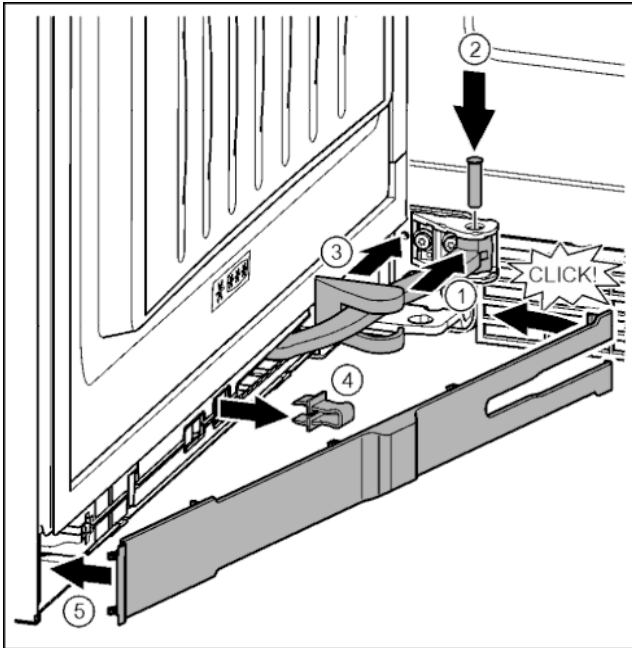

Fig. 42
- ▶ Otočte kloub v závěsu. Fig. 42 (1)
- ▶ Šroubovákem T15 vložte čep do závěsu a kloubu. Přitom dávejte pozor, aby byla zajišťovací vačka správně usazena v drážce. Fig. 42 (2)
- ▶ Posuňte kryt stojanu ložiska podél kloubu a namontujte nad závěsem. Fig. 42 (3)
- ▶ Pojistku vytáhněte. Fig. 42 (4)
- ▶ Záslepka na straně madla nasadte a sklopte. Fig. 42 (5)